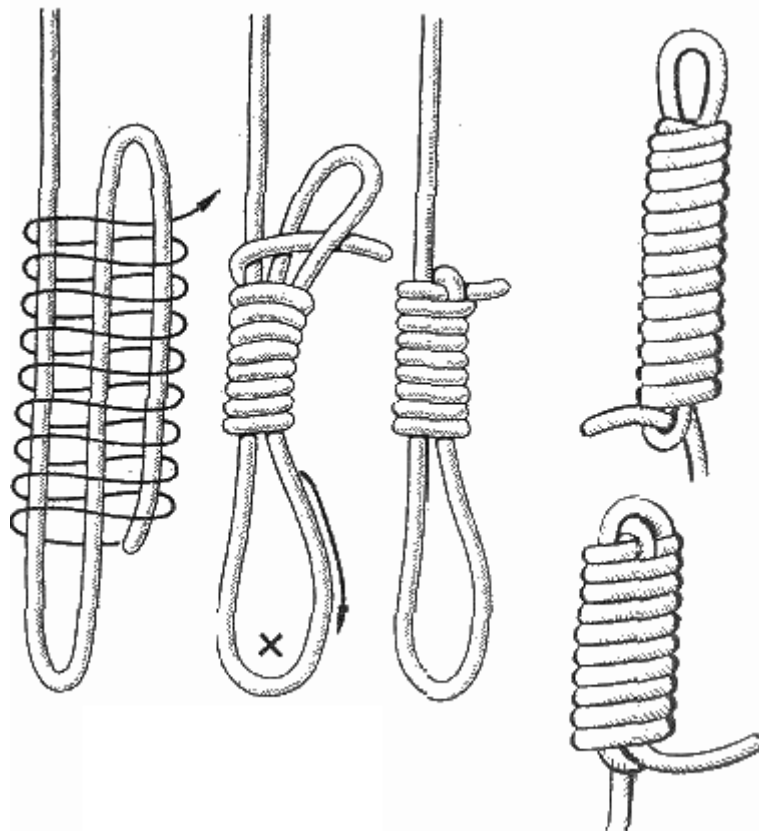

Рис. 88. Затягивающаяся удавка
**Затягивающаяся удавка** (рис. 88). Как и предыдущий, этот узел так же называют **эшафотным**, или **"висельным"** узлом. Но несмотря на это, он находит и другое применение в морском деле. Его используют при временном креплении троса за плавающие в воде предметы или при накидывании и креплении троса за какой-либо предмет на берегу. Этот узел имеет преимущество даже перед таким хорошим узлом, как удавка с полуштыками (см. рис. 65), в том, что ходовой конец троса не может выскользнуть из петли, и потому затягивающаяся удавка считается надежнее.